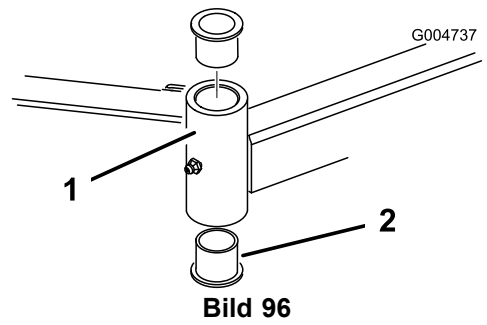

Bild 96
- Stecken Sie einen Dorn oben oder unten in das Befestigungsrohr und treiben die Büchsen heraus (Bild 96). Treiben Sie dann die andere Büchse aus dem Rohr heraus. Reinigen Sie die Innenseite der Rohre.